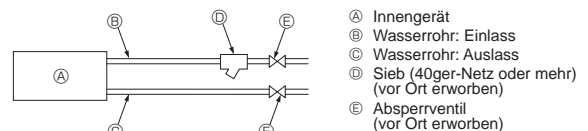

Fig. 4-5
- Bitte schauen Sie sich [Fig. 4-5] an, wenn Sie die Wasserversorgung anschließen.